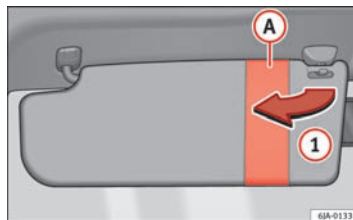
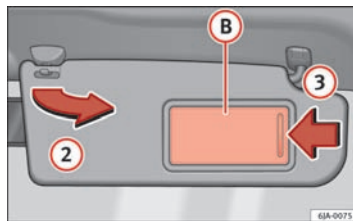

Fig. 64 Solskærm til føreren
Fig. 65 Solskærm til forsædepassageren
Solskærmene til fører og forsædepassager kan trækkes ud af holderne i midten af bilen og drejes i pilens retning ① ⇒ Fig. 64 eller ② ⇒ Fig. 65 over til dørene.
Solskærmen til forsædepassageren er udstyret med et makeupspejl ② med afdækning. Skub afdækningen i pilens retning ③ for at åbne ⇒ Fig. 65. ▶